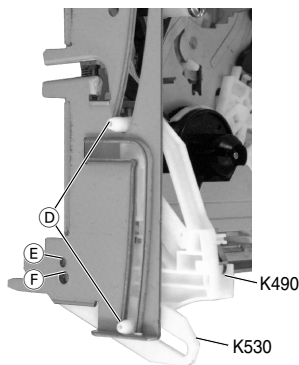

Fig. 5
- Cassetten-Lift so einsetzen, dass die beiden linken Führungsstifte **D** (Fig. 5) in die Führung des Lift-Hebels (K530) und in die Lift-Führungen des Rahmens eintauchen.
- Rastnase des Lift-Hebels nacheinander durch die Löcher **E** (Fig. 5) und **F** austrasten und Lift-Hebel (K530) herausnehmen.